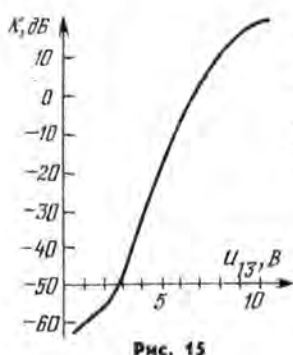

Рис. 15
Микросхема K174YH12 предназначена для электронной регулировки громкости (с возможностью выбора оптимальной тонкоррекции) и баланса каналов в стереофонической аппаратуре. По большинству параметров она удовлетворяет требованиям ГОСТа на приемно-усилительную аппаратуру 1-го и 2-го классов. Типовая схема включения регулятора показана на рис. 14 (здесь 1 — преобразователи напряжения, 2 — управляемые напряжения усилители. Положения 1, 2, 3 переключателя S1 означают соответственно: отключение тонкоррекции, стандартная тонкоррекция, возможность подбора оптимальной тонкоррекции для конкретного помещения и акустических систем), а на рис. 15—17 — графические зависимости некоторых основных параметров микросхемы:
- коэффициента передачи регулятора громкости от управляющего напряжения на выводе 13 (рис. 15);